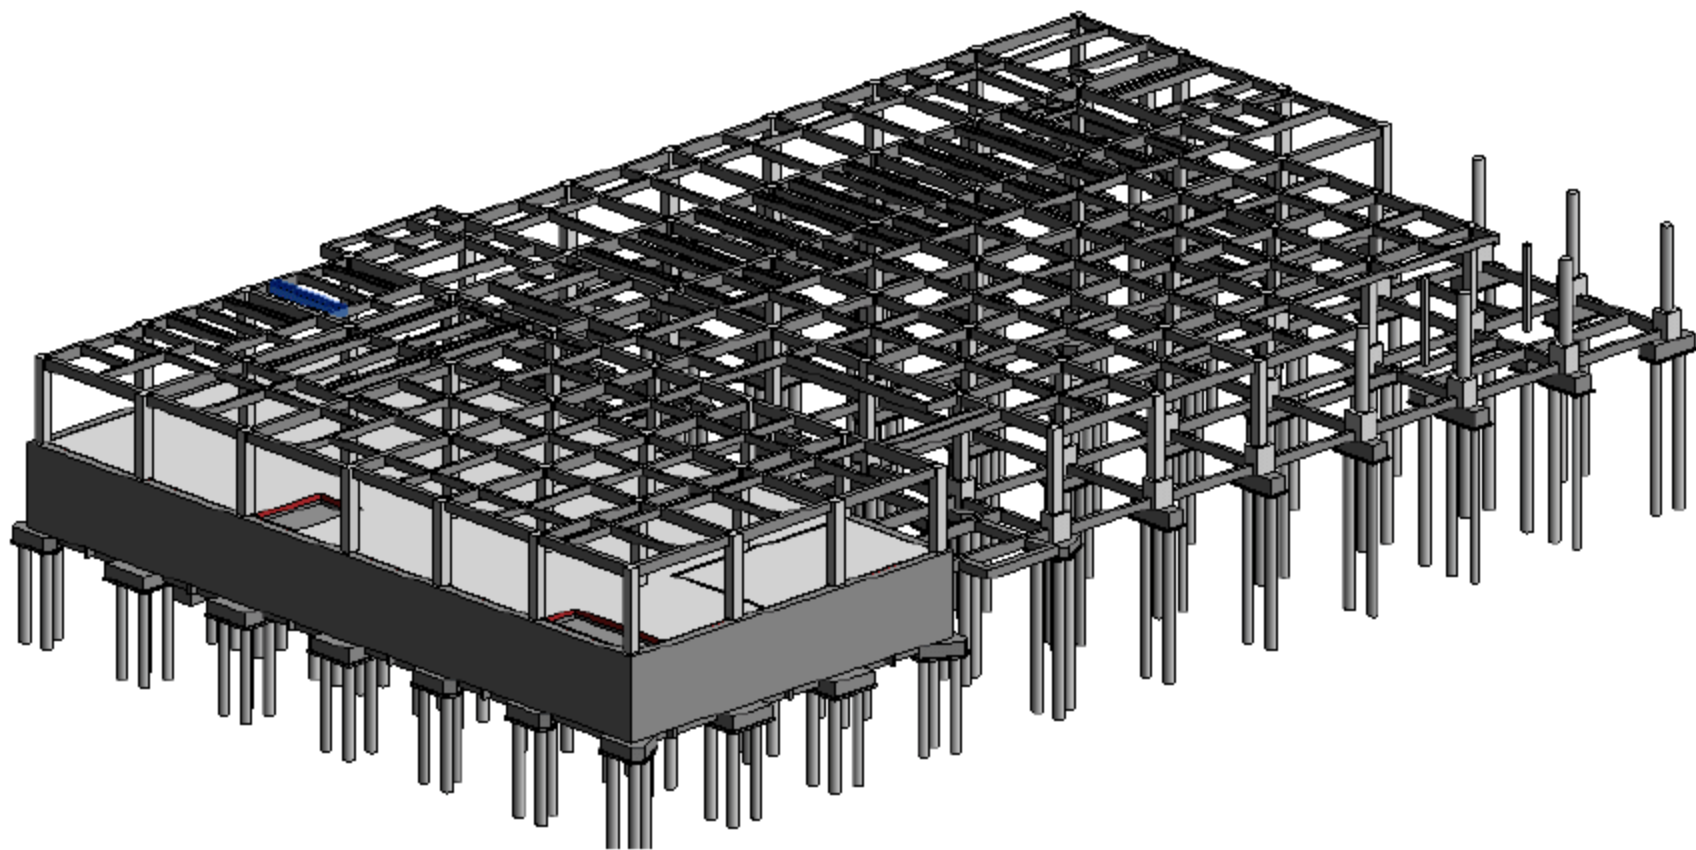
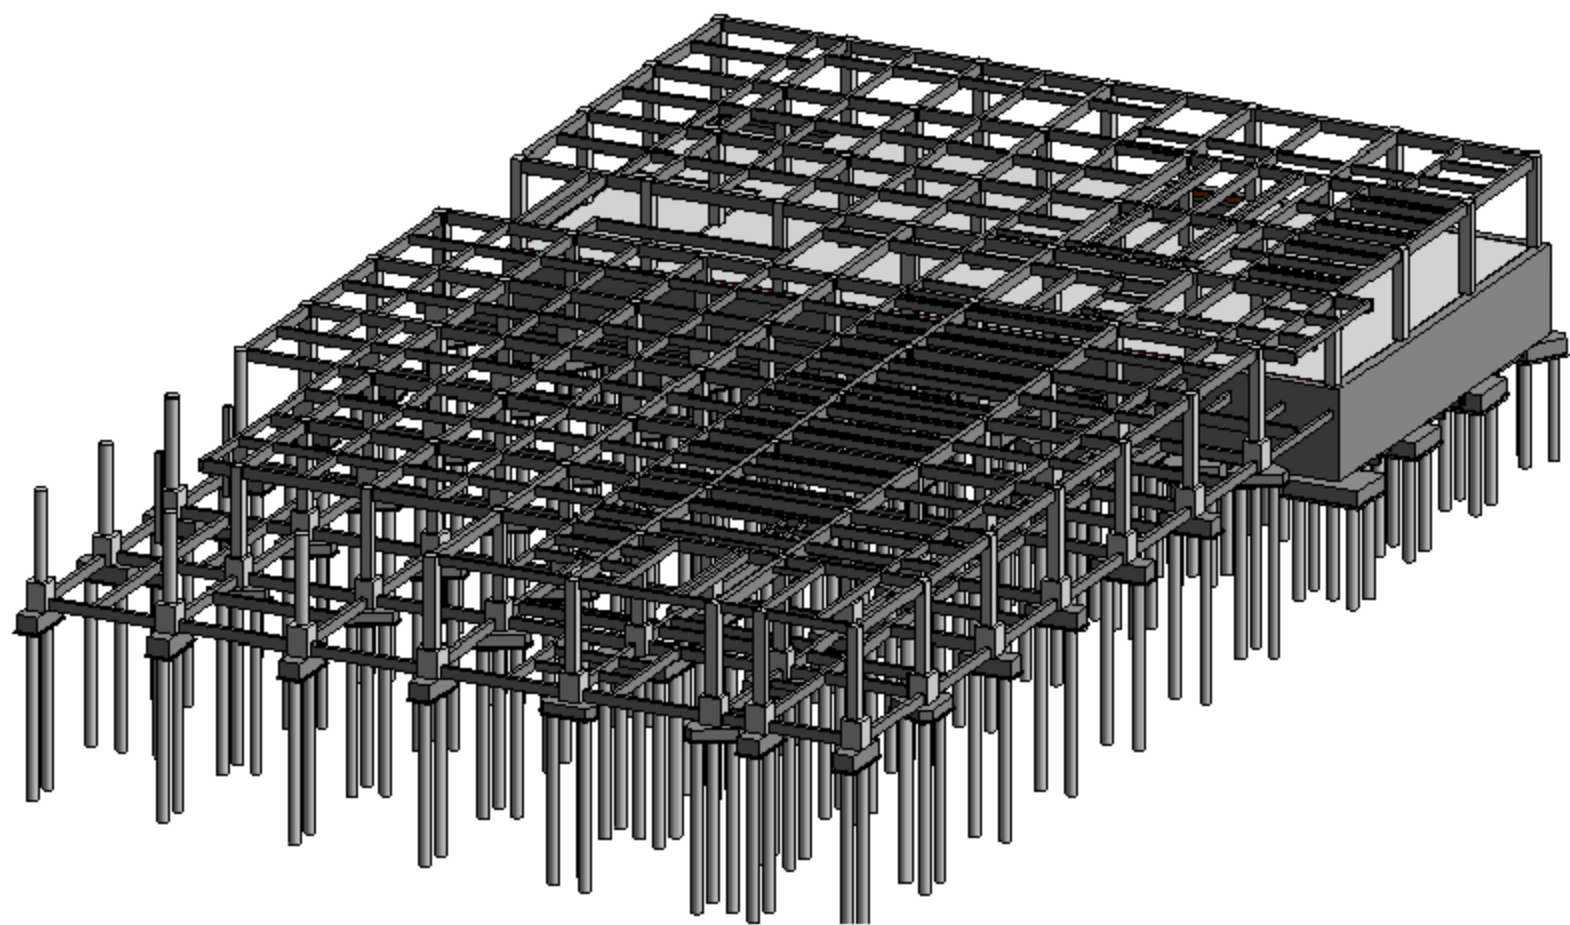

图 4.2.98 3D 效果图 1
图 4.2.99 3D 效果图 2
(23) 参照上述步骤将其他次梁完成，然后检查是否有遗漏，以及编号尺寸是否错误。按快捷键 F4，进入 3D 视图中观看效果，保存项目为“第二层梁柱完成” RVT 文件，如图 4.2.98 与图 4.2.99 所示。